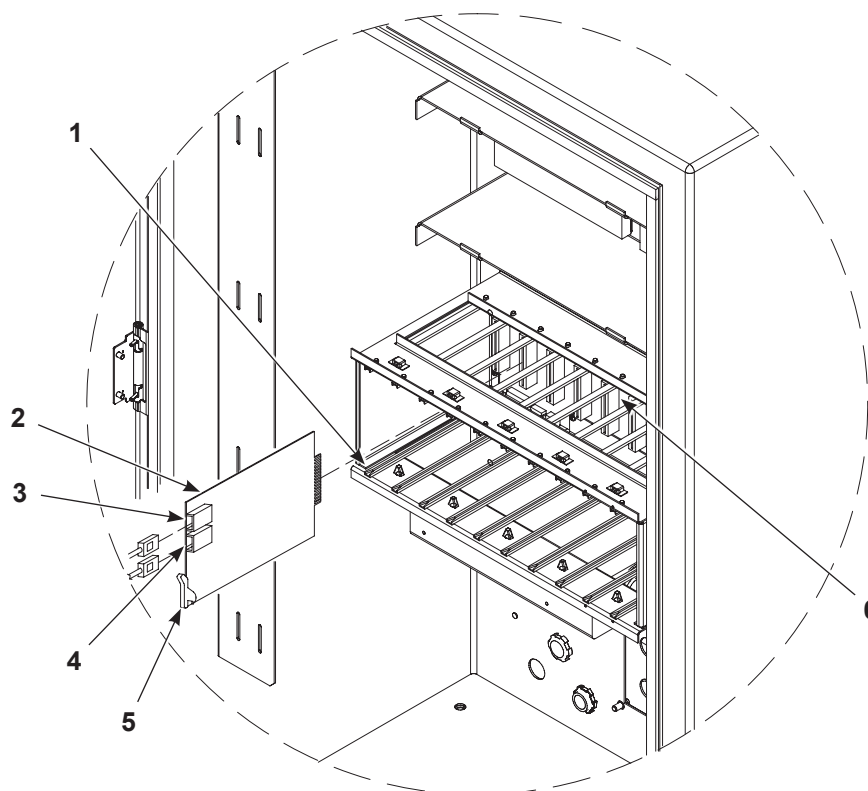

Figure 5-2 Remplacement de la carte de commande des pistolets
Voir la Figure 5-2. Les cartes de commande des pistolets (2) sont installées de la gauche vers la droite dans le panier à cartes. Chaque carte commande deux pistolets : la prise en bas de la carte correspond au numéro de pistolet impair, celle du haut au pistolet pair.